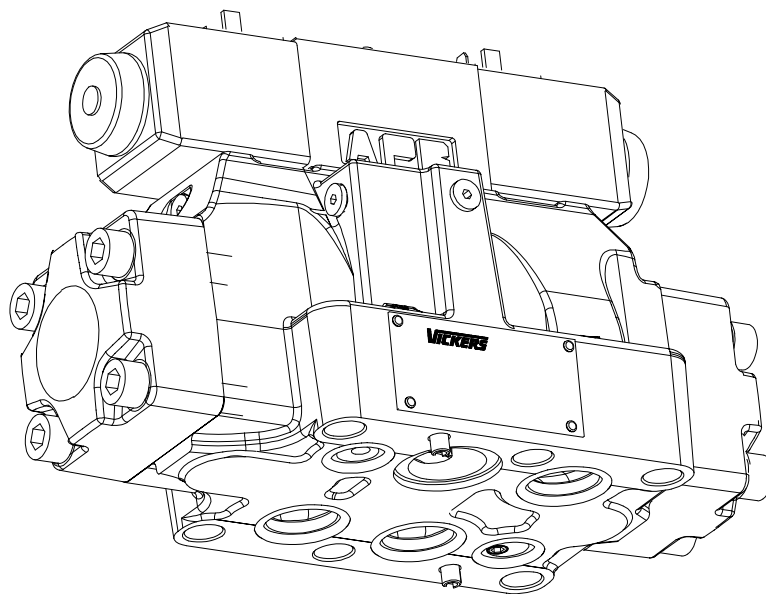

图 2. 典型的 DG5 型电液控制阀
两级方向阀是由先导压力操纵。一个两级阀是由一个先导阀和一个大一些的主级阀组合在一起而构成的。一个 DG4V-3(S) 型先导阀安装在主级阀的顶部。当先导阀电磁铁通电(起动)时，先导阀芯移动，油液转向主级阀，从而控制主级阀芯的移动。图 2 图示了一个简单的两级先导方向阀的结构。